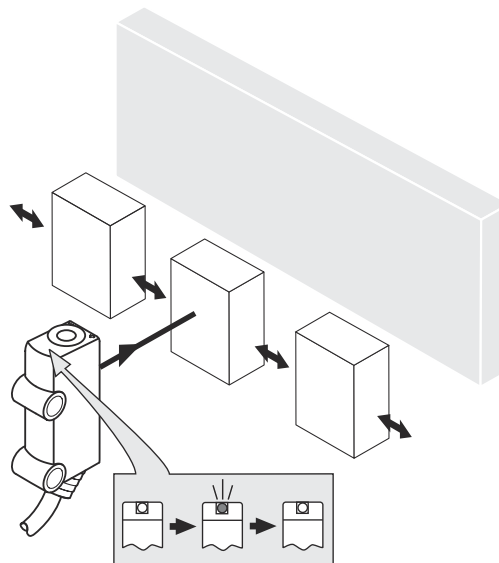

Figura 4: Direzione preferenziale
4. Rispettare la direzione preferenziale dell'oggetto in relazione al sensore. v. figura 4, pagina 78